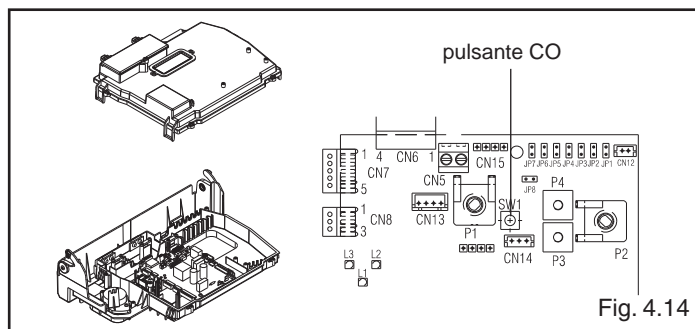

Fig. 4.14
- rimuovere la copertura scheda (fig. 4.14)